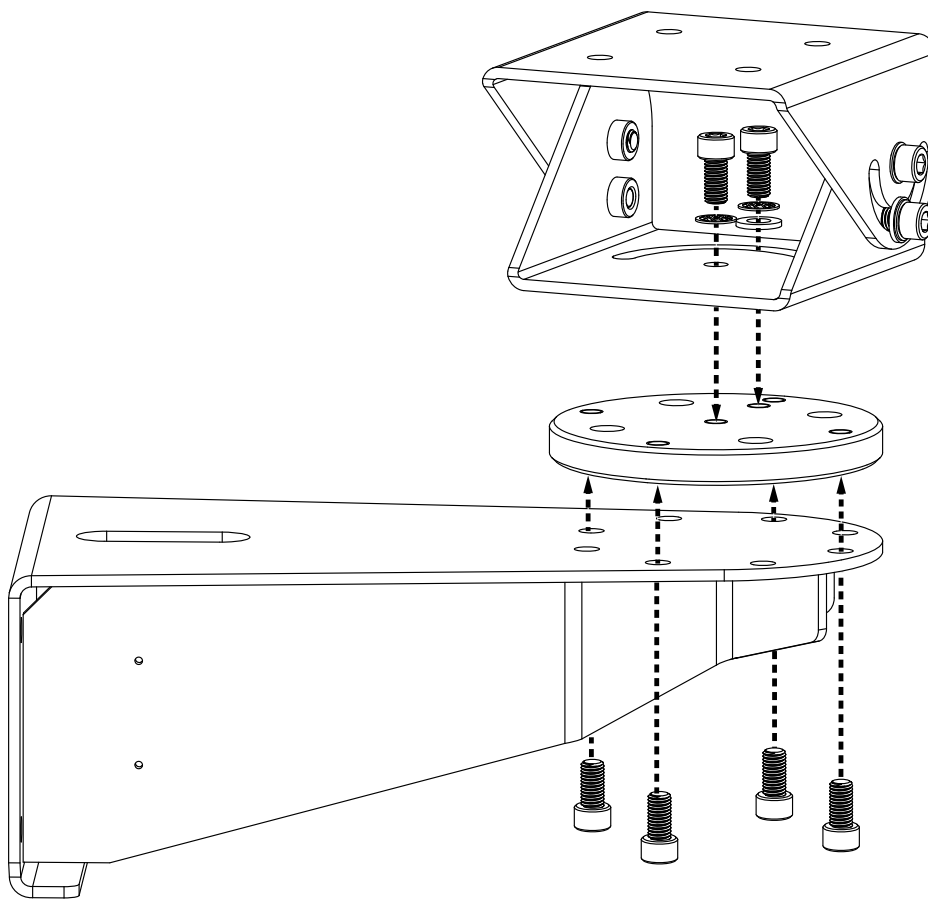
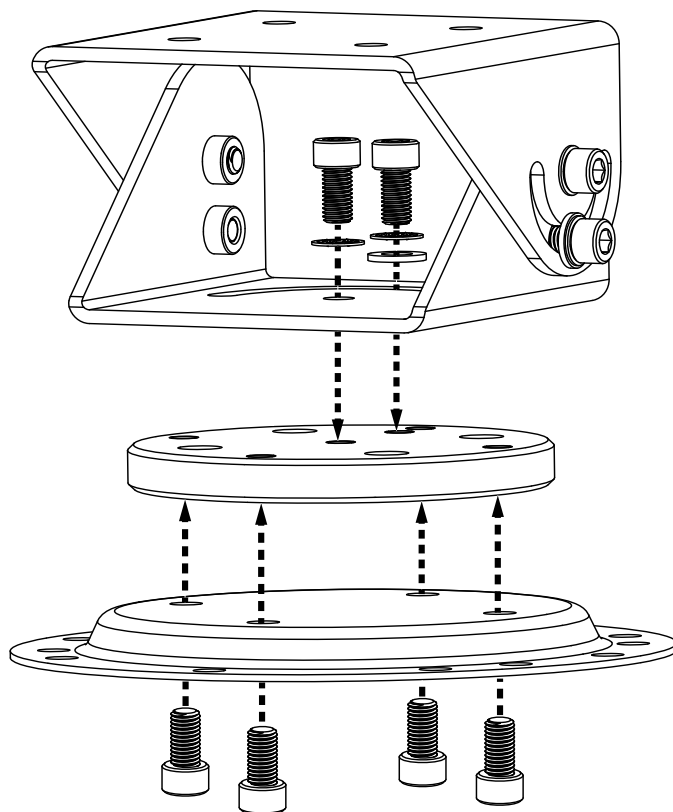

Рисунок 5.
Рисунок 6.
1. Прикрепите опорную пластину к монтажной поверхности с помощью винтов М8 подходящей длины с плоской головкой. Также можно прикрепить опорную пластину к переходнику для настенного крепления WXM200 (рис. 5) или к пластине крепления на опорной стойке RXM200 (рис. 6) с помощью болтов М10х1,5х16 мм с цилиндрической головкой и шестигранным углублением под ключ, входящих в комплект поставки. Затяните болты с моментом 34–37 Нм.